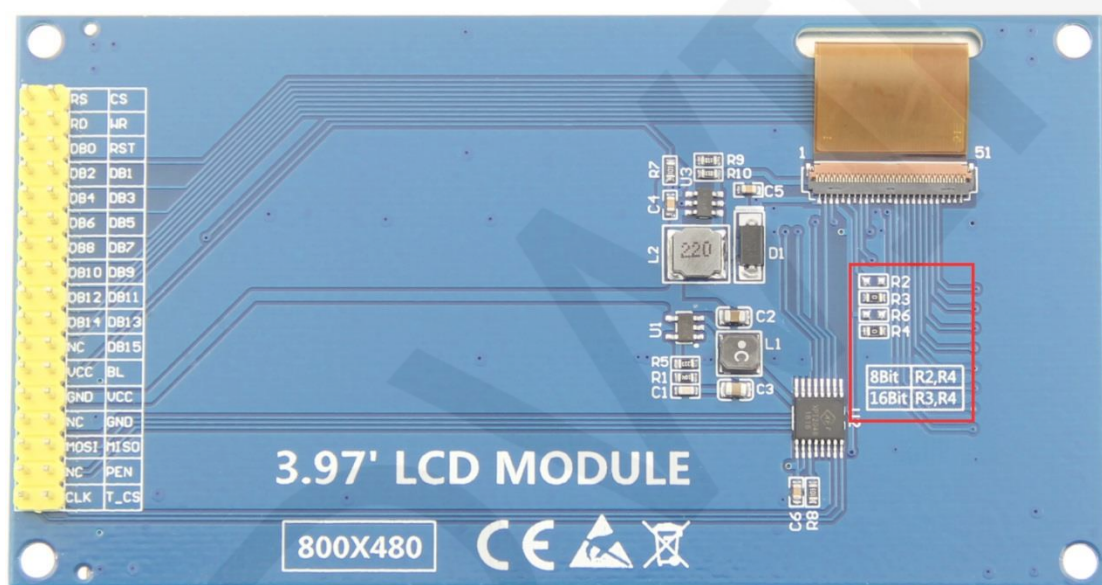

图 1. 模块引脚丝印图
1. 该模块硬件支持8位和16位并口数据总线模式切换（如上面图1中红框所示），具体说明如下：